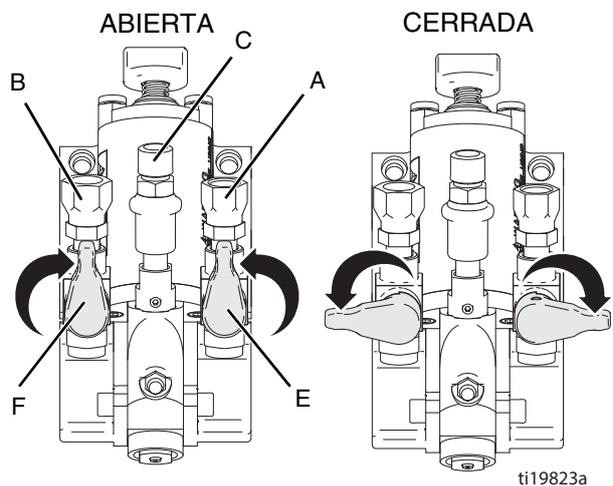

FIG. 3 Válvulas de material
2. Cierre las dos válvulas de material (E, F) girándolas a la posición cerrada. Consulte la FIG. 3.